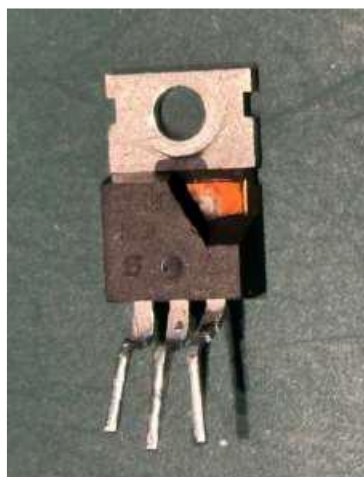

Figure 8-11. An abused IRF510.
□ **NOTE:** Before starting the bias adjustment, set the four blue trim pots to their minimum resistance. (Turning the set screw *counter clockwise* reduces the resistance. Measure it to be sure) The minimum is probably between 100-200Ω. We assumed they were already set to zero, in section 6. Failure to do this may result in a failure like Figure 8-11. The ensuing explosion was spectacular! The corner piece of plastic hit the ceiling with such force that it left a small nick in the drywall! Moral: don't assume the trim pots are set to their minimum values and don't work without safety glasses!
注: バイアス調整を開始する前に、4 つの青いトリム ポットを最小抵抗に設定します。(セット スクリューを反時計回りに回すと抵抗が減ります。確実に測定してください) 最小値はおそらく 100 ~ 200Ω の間です。セクション 6 で、すでにゼロに設定されていると想定しました。これを行わないと、図 8-11 のような障害が発生する可能性があります。その後の爆発は壮観でした。プラスチックの角の部分が天井に激突し、乾式壁に小さな傷が残りました。教訓: トリム ポットが最小値に設定されていて、安全メガネなしでは動作しないと想定しないでください。